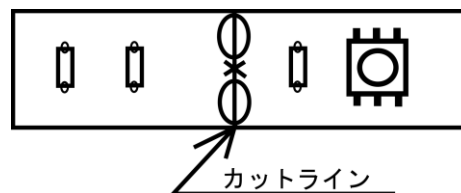

図1
- ①本商品は1本を2分割にして使用する事ができます。2分割にして使用する場合は、ハサミ等を使用して、図1のカットラインで切断してください。切断した部分は、絶縁処理を施してください。